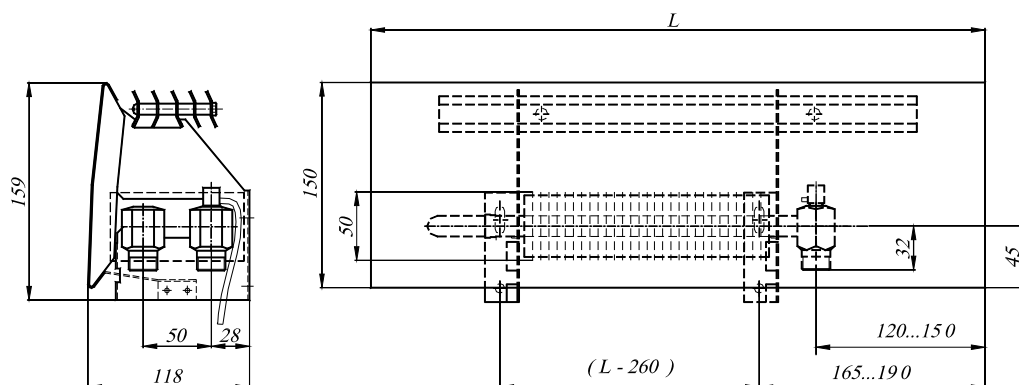

Рис. 1.7. Конвектор «Atoll» настенный концевой ПКНН-104...125А с нижним (донным) подключением
1.10. Концевые модификации настенных конвекторов выпускаются не только с боковым расположением присоединительных патрубков (ПКН), но и с нижним – ПКНН (Рис.1.7, 1.16, 1.25, 1.28).